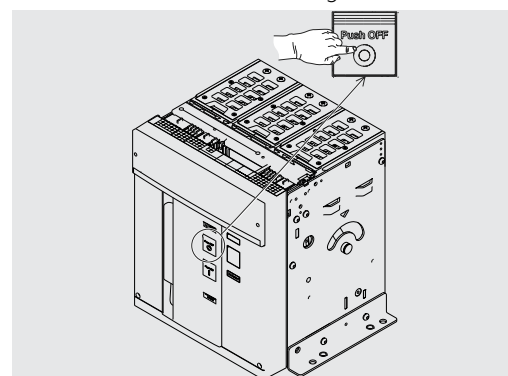

Figura 79
6. Apertura - Apretar el pulsador de apertura "O - Push OFF" como se indica en Figura 79.